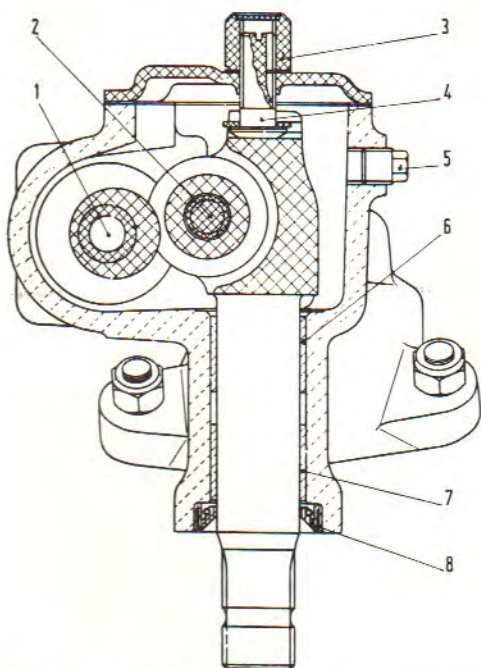

Fig. 33. Styrehus, snit gennem sektoraksel (Multipla).
Spillerummet mellem rulle og snekke optages ved hjælp af skruen (4 i fig. 33). Justerskruen låses med møtrikken (3).